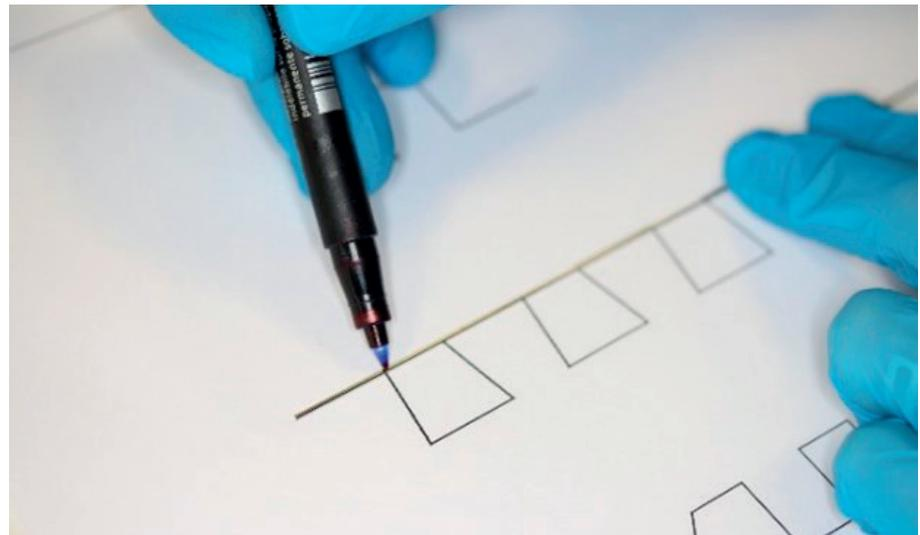

Figura 1.1.3.
- ~ Marcar con un rotulador la zona de la doblez. (Realizar siempre la primera doblez al menos a 1 cm del extremo del alambre para evitar lesiones en nuestro dedo) (figura 1.1.3).